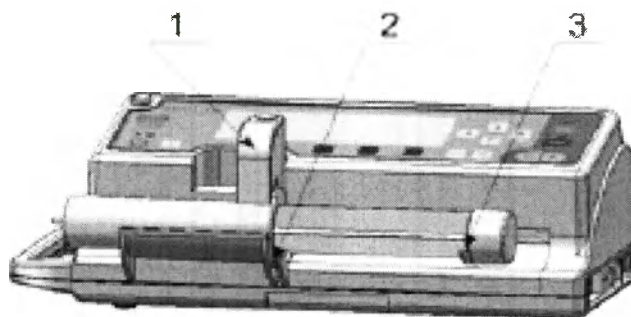

Рисунок 40 – Установка шприца в насос шприцевой.
- Поднять до упора вверх прижим шприца 1 и отвести его в сторону на площадку, подведите толкатель на требуемое по длине шприца расстояние при помощи кнопок "◀" и "▶" (рис. 40)